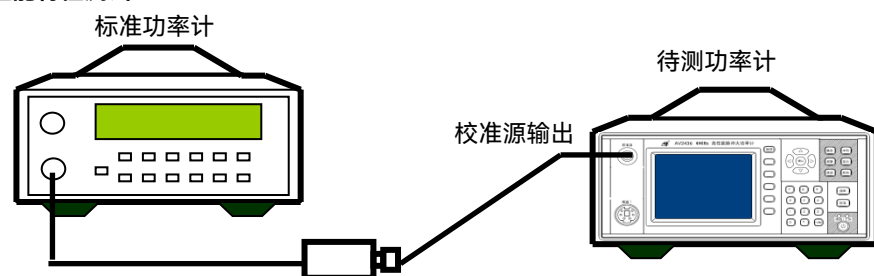

图 7.4 校准源输出功率准确度测试
- 1) 按图 7.4 连接设备，开机预热至少 30 分钟。